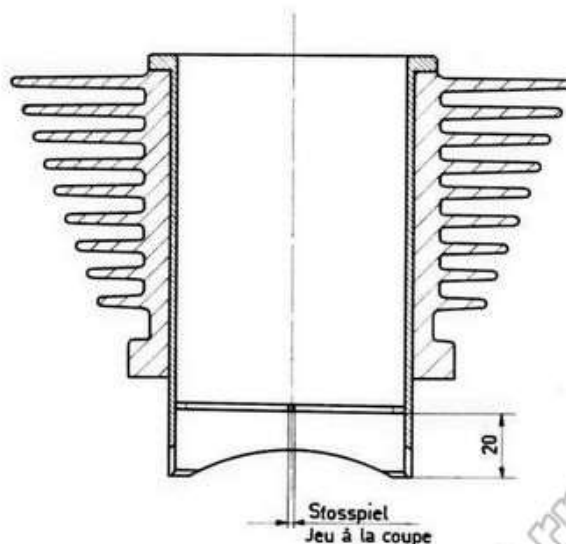

Fig. 28
- Um ihr Stosspiel zu messen, werden die einzelnen Kolbenringe, rechtwinklig zur Achse, in die Zylinderbohrung eingeschoben (siehe Fig. 28 und Tabelle Fig. 27).
- Contrôler le jeu à la coupe des segments en introduisant chacun de ceux-ci bien perpendiculairement à son axe dans l'alésage du cylindre (voir fig. 28 et table Fig. 27).
7.7 REMONTAGE DU PISTON (fig. 28)